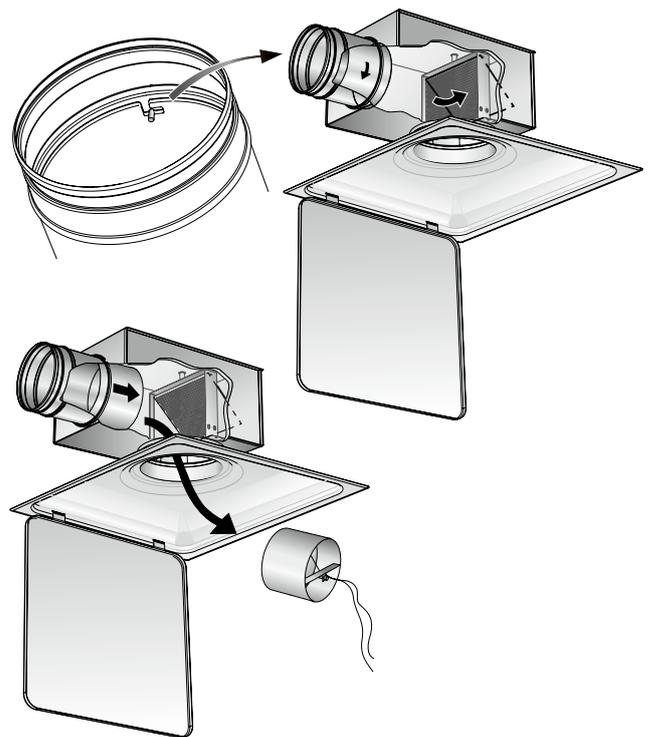

Abb. 5. Demontage von Klappen bei Verwendung des Anschlusskastens ALS und REACT ALS.
- Die Reinigung des Kanalsystems erfolgt durch Öffnen des Frontteils. Wenn der Anschlusskasten ALS verwendet wird, klappt man das Frontteil zur Seite, so dass man das Klappenrohr im Klappengriff greifen und seitlich aus seiner Halterung drehen kann, siehe Abbildung 5.